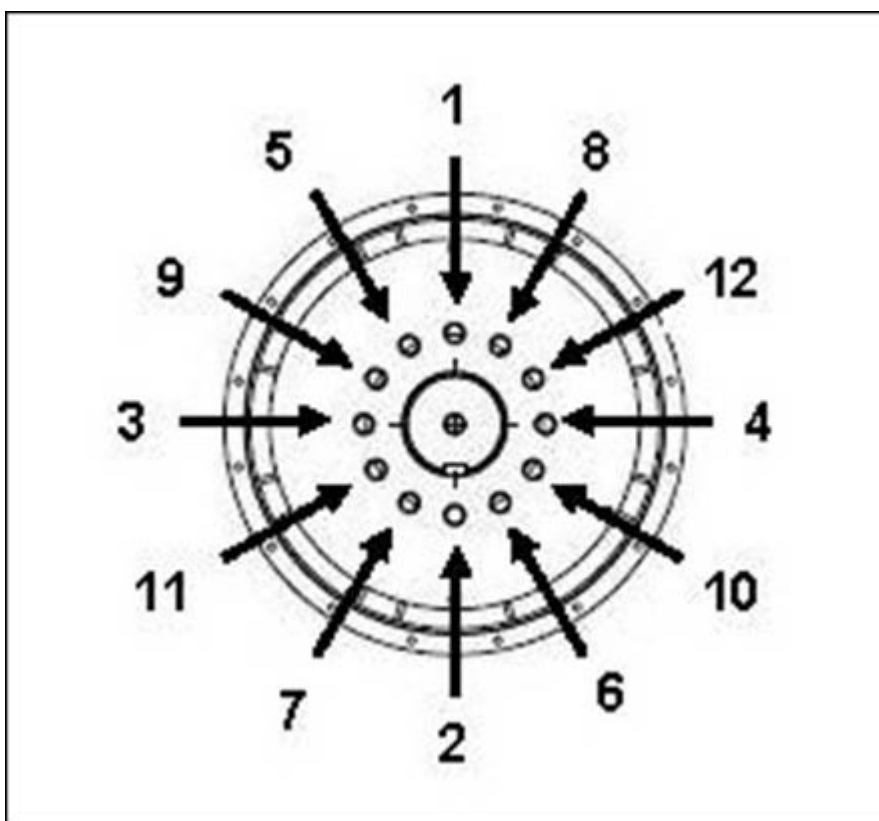

РИС. 20. ПОСЛЕДОВАТЕЛЬНОСТЬ КРЕПЛЕНИЯ К СТУПИЦЕ
4. При необходимости затяните болты дисков муфты, соблюдая последовательность, указанную в Рис. 20 на стр. 44.